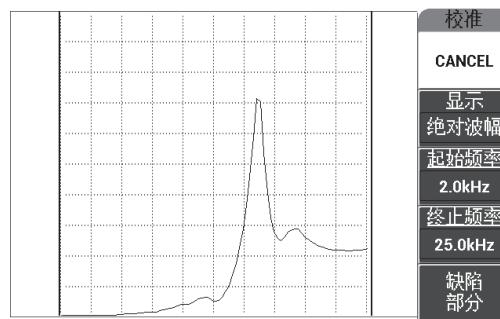

图 6-63 较小缺陷的信号
- 在较小或最关键的缺陷上按住探头的端部，然后按**缺陷部分** (E 键) (参见第 159 页的图 6-63)。